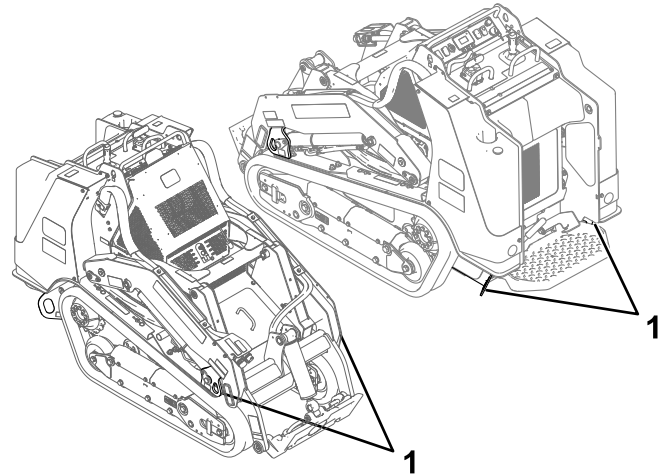

Figure 25
8. Servez-vous des points d'attache en métal de la machine pour arrimer solidement la machine sur la remorque ou le véhicule utilitaire avec des sangles, des chaînes, des câbles ou des cordes (Figure 25). Voir la réglementation locale concernant les exigences en matière d'arrimage.